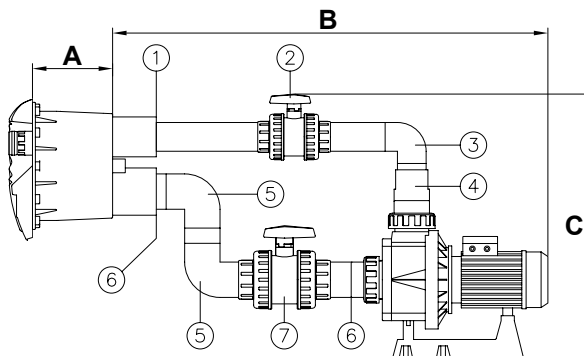

Fig. 6
- Verbinden Sie die Reduzierhülse von 75x63 mm (Nr.1, Fig.6) im Anschluß für den Antrieb des Gehäuses (siehe Fig. 6).
- Verbinden Sie ein Rohr  $\varnothing$  63mm (\*) mit der Reduzierhülse (Nr.1, Fig. 6).
- Verbinden Sie das Ventil  $\varnothing$  63mm (Nr.2, Fig. 6) mit dem Rohr  $\varnothing$  63mm (\*).
- Verbinden Sie das Rohr  $\varnothing$  63mm (\*) mit dem Ventil  $\varnothing$  63mm (Nr.2, Fig. 6).
- Verbinden Sie den Rohrkrümmer  $\varnothing$ 63mm (Nr.3, Fig. 6) mit dem Rohr  $\varnothing$ 63 mm (\*).
- Verbinden Sie das Rohr  $\varnothing$  63mm (\*) mit dem Rohrkrümmer (Nr.3, Fig.6).
- Verbinden Sie die konische Reduzierung von 90/75/63 mm (Nr.4, Fig. 6) mit dem Rohr  $\varnothing$  63mm (\*) und mit der Rohrverschraubung der Pumpe  $\varnothing$  90mm.
- Verbinden Sie die Reduzierhülse von 75x63 mm (Nr.6, Fig.6) im Anschluß für die Ansaugung des Gehäuses (siehe Fig. 6).
- Benutzen Sie ein Rohr von  $\varnothing$  75mm (\*) und schließen Sie damit einen Rohrkrümmer  $\varnothing$  75mm (Nr.5, Fig.6) an die Reduzierhülse (Nr.6, Fig.6) an.
- Mit einem Rohr von  $\varnothing$  75mm (\*) vereinen wir nun den anderen Rohrkrümmer von  $\varnothing$ 75mm (Nr.5, Fig.6) mit dem schon verkleimten Rohrkrümmer (siehe Fig. 6).
- Verbinden Sie das Ventil  $\varnothing$ 75mm (Nr.7, Fig.6) mit dem Rohrkrümmer (Nr.5, Fig.6), indem Sie für den Anschluß ein Rohr von  $\varnothing$  75mm (\*) benutzen.
- Verbinden Sie ein Rohr  $\varnothing$  75mm (\*) mit dem Ventil (Nr.7, Fig. 6).
- Verbinden Sie eine Reduzierhülse von 90x75 mm (Nr.6, Fig.6) mit dem Rohr  $\varnothing$  75mm (\*) und mit der Rohrverschraubung der Pumpe  $\varnothing$  90mm.